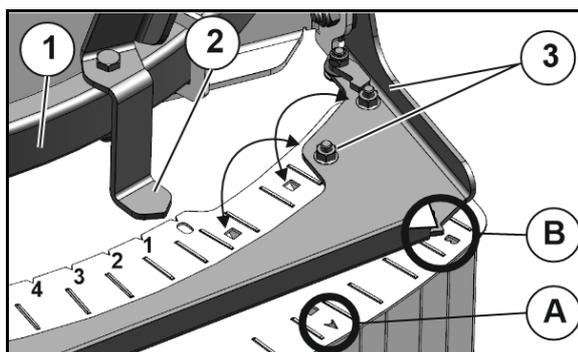

Fig. 64
2. Mover o bloco de discos no suporte de guia (Fig. 64/1) até que o ponteiro (Fig. 64/2) esteja no valor a ser ajustado na tabela de dispersão.